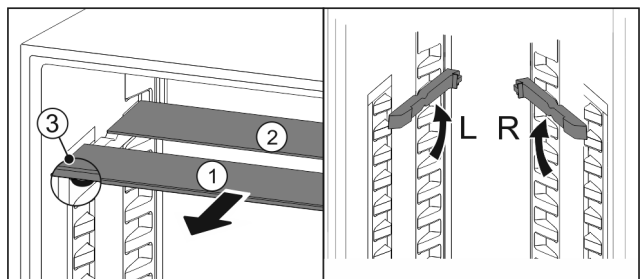

Fig. 121
- ▶ Glasplaten afzonderlijk vanaf de voorkant eruit trekken Fig. 121 (1).
- ▷ Glasplaat Fig. 121 (1) met sierlijst ligt voor.
- ▷ Stops Fig. 121 (3) zijn naar onder gericht.